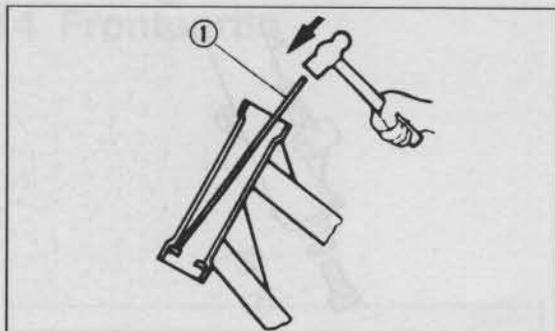

Bild 186
- Unteren Laufring mit Hammer und Meißel vom Sitz treiben (Bild 186).